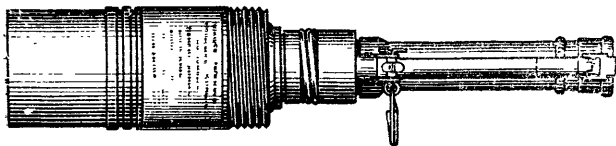

Рис. 2. Общий вид ручной кумулятивной гранаты РКГ-3
2. Ручная кумулятивная граната РКГ-3 (рис. 2) является противотанковой гранатой и предназначается для борьбы с танками и другими бронированными целями (самоходно-артиллерийская установка, бронетранспортер,